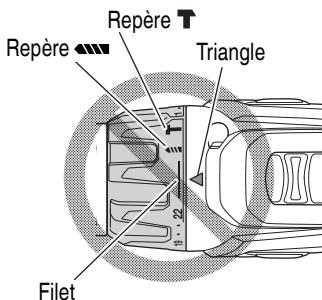

Fig. 14
- Ne pas utiliser avec le sélecteur de débrayage sur le nombre "22" et le trait au milieu du repère de percage. Cela pourrait provoquer des dommages. (Voir Fig. 14)